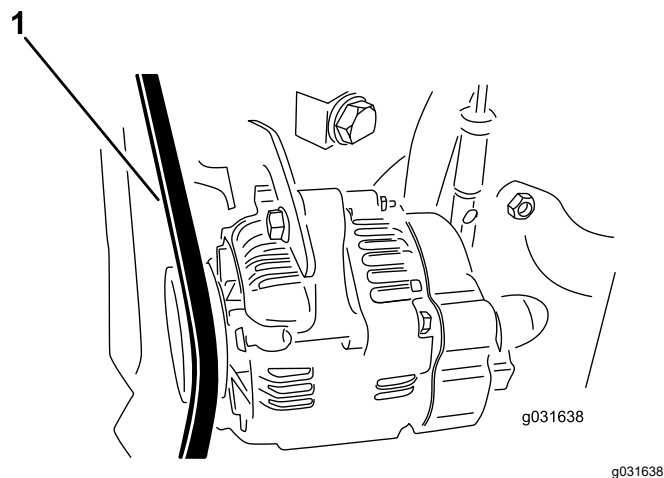

図 61
2. プーリとプーリの間部でベルトを指で0.25 kg程度の力で押して点検する 図 61。